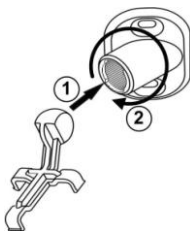

Рисунок 3.8 – Схема соединения кронштейна и держателя
3. Разметьте на стене отверстия для монтажа с учетом положения отверстий в кронштейне (2) (см. рисунок 3.8).
6. Закрепите на основании извещателя держатель кронштейна (1) с помощью защелок.